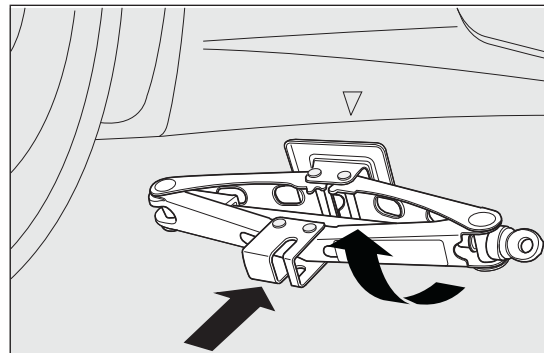

fig. 115
- si la voiture est équipée de minijupes latérales, pour permettre de placer le cric sous la voiture, il faut incliner ce dernier (comme illustré sur fig. 115) ;